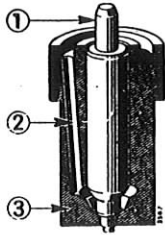

Bild 64
Die Einspritzdüse besteht aus Düsenkörper (3), Bild 64, und Düsennadel (1). Beide Teile sind aus gehärtetem, hochwertigem Stahl hergestellt und mit einer Feinpassung auf- und miteinander eingeschliffen. Nadel und Körper können daher nicht getrennt voneinander verwendet werden, sondern sind stets als eine Einheit zu betrachten und im Bedarfsfall zusammen auszuwechseln.